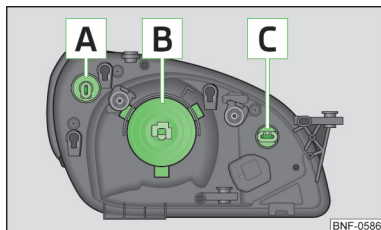
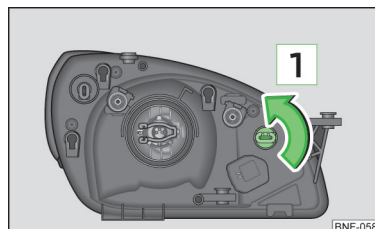
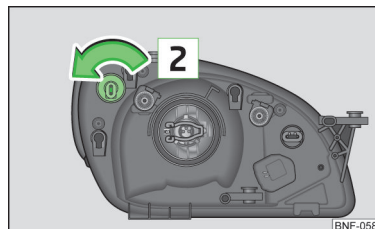

Fig. 128
Fig. 130
Fig. 131
Disponerea becurilor cu incandescență » fig. 128
- Scoateți conectorul de pe becul incandescent **B** » fig. 128 la pagina 141.
- Rotiți soclul împreună cu becul cu incandescență **C** » fig. 128 la pagina 141 până la limită în sensul săgeții **1** » fig. 130 și scoateți-l.
- Rotiți soclul împreună cu becul cu incandescență **A** » fig. 128 la pagina 141 până la limită în sensul săgeții **2** » fig. 131 și scoateți-l.